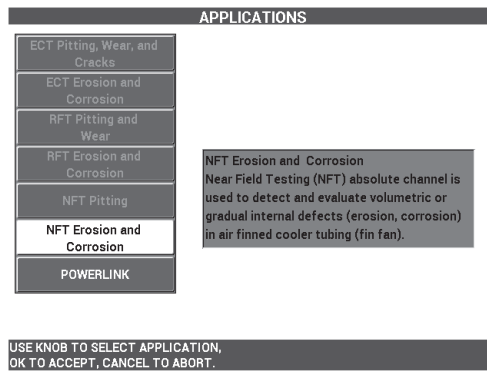

Abbildung 5-233 Anwendung NFT Erosion und Korrosion
2. Wählen Sie die Funktionstaste A für **WEITER** aus, um das Anwendungsmenü zu öffnen. Drehen Sie dann den Drehknopf, um **NFT Erosion und Korrosion** auszuwählen und drücken Sie zur Bestätigung (✓) [siehe Abbildung 5-233 auf Seite 311].